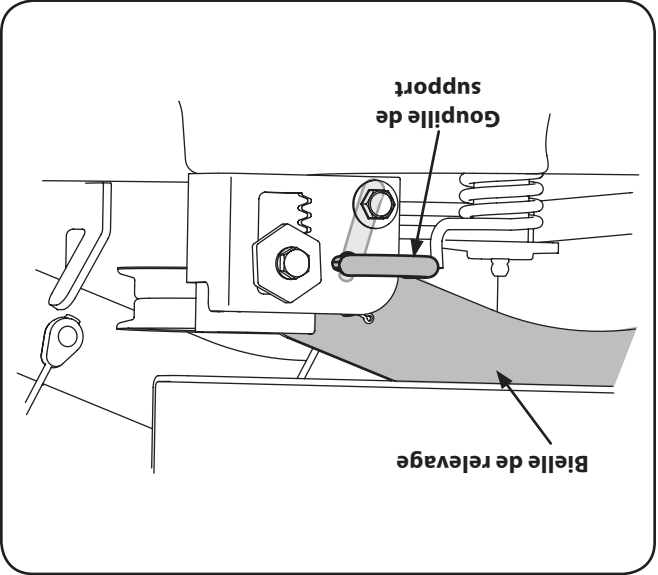

Figure 7-1
- 4. Placez-vous sur la gauche du tracteur et localisez la goupille de support du plateau de coupe sur le côté arrière gauche du plateau de coupe. Voir la Figure 7-1.
- 4. Sortez la goupille du support du plateau de coupe pour dégager le plateau de la bielle de relevage. Abaissez la poignée de la goupille du support pour la bloquer à position débrayée. Voir la Figure 7-1.
- 5. Placez-vous sur la droite du tracteur et répétez l'opération précédente pour dégager le plateau de la bielle de relevage de droite. (Figure 7-1).